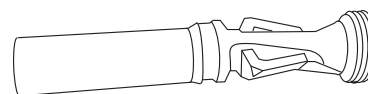

Figure 8
1. Fixez le diaphragme au tuyau d'extension intérieur. (Voir la Figure 8)